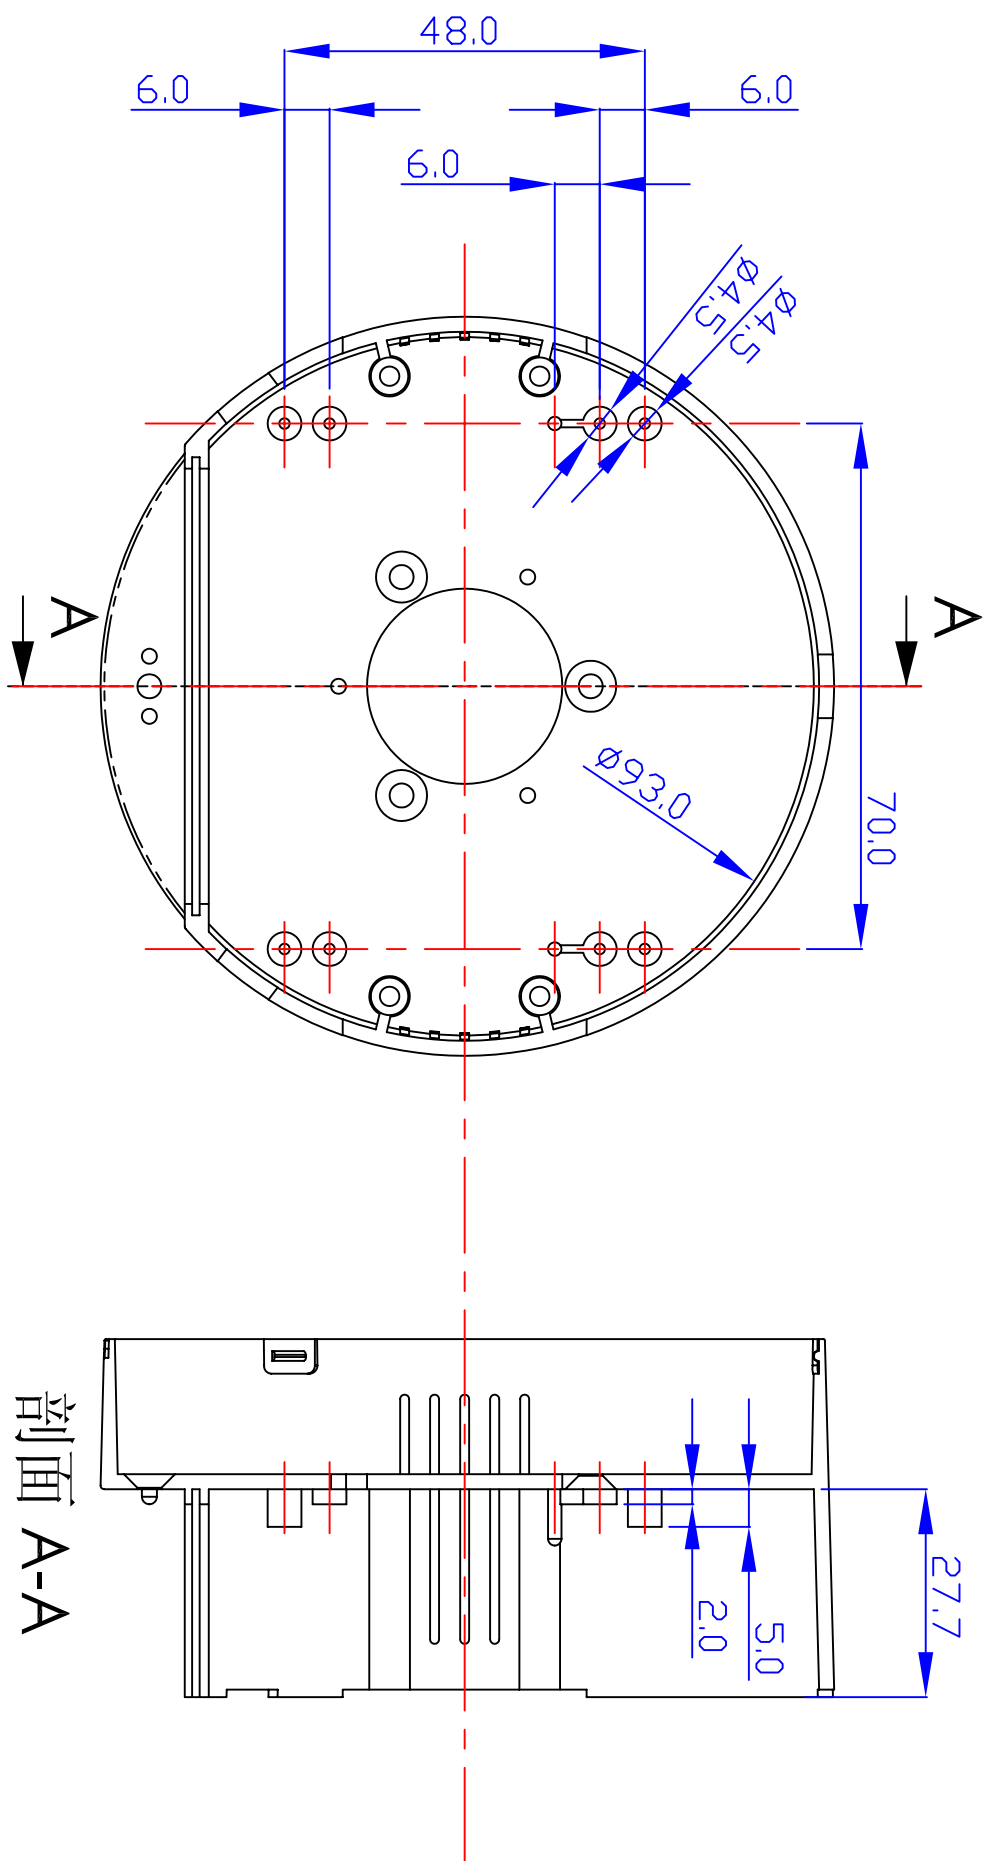

图13. 2种高度吊筒PCB安装柱
- 吊筒 PCB (见图 11, 12, 13): 该 PCB 位于吊筒 1 腔内,有 $\Phi 93 \times 27$ 的大容量 PCB 布板空间,可安排多块大面积 PCB, PCB 上出线插座与出线插板开口密切相关,需要一起规划;图 11 显示了 AV 出线插板, USB 出线插板,空白出线插板的相应 PCB 尺寸;图 12 显示了 LAN 出线插板的相应 PCB 尺寸;图 13 显示了吊筒 PCB 可有 2 种安装高度,高装底面限高 5mm,矮装底面限高 2mm,矮装时 PCB 应避开高装柱并注意相应的出线插板开口高度;